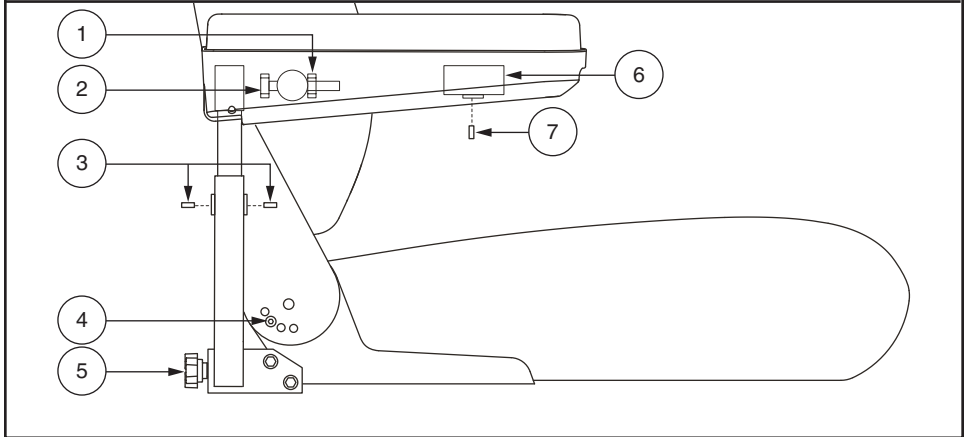

Figure 12. Réglages des appuis-bras et dossier
Voir la figure 12.
1. Repérez les deux boutons de réglage sur le support des appuis-bras. **Voir la figure 12.**
1. Relevez l'appui-bras perpendiculaire au plancher. **Voir la figure 12.**
1. Desserrez les vis de blocage sur les dos de chaque support d'appui-bras. **Voir la figure 12.**
2. Desserrez la vis de blocage sous l'appui-bras. **Voir la figure 12.**